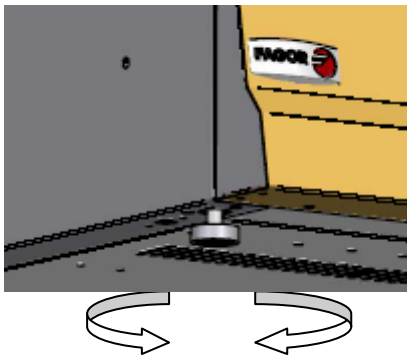

Fig. 2
- * Nivelar y regular la altura del aparato. (Fig. 2)